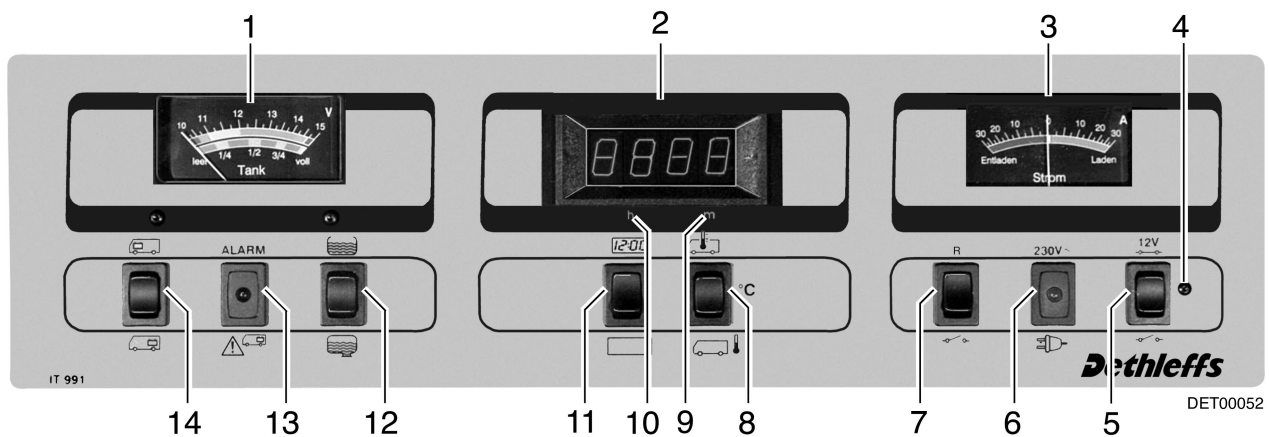
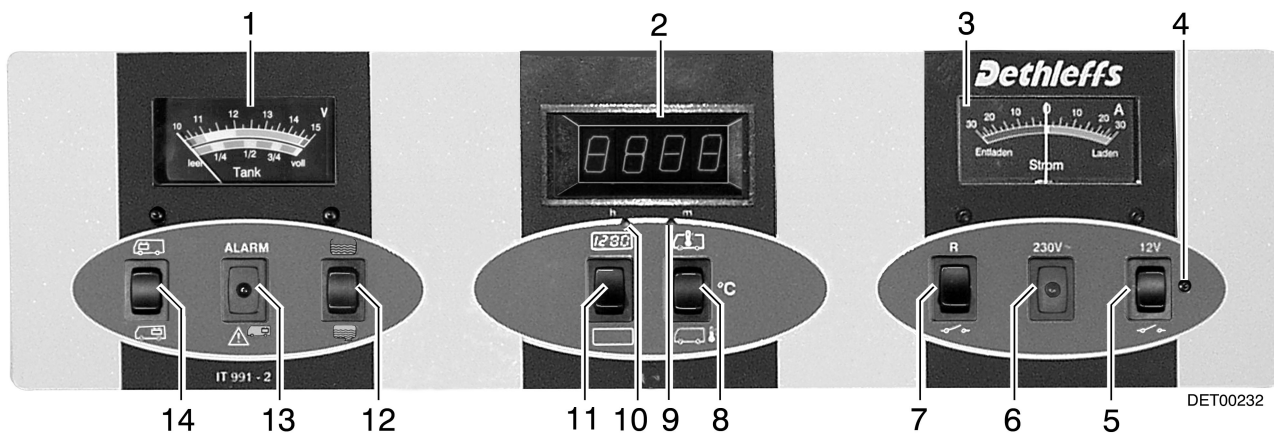

Bild 94 Control-Panel (Variante 3)
Bild 95 Control-Panel (Variante 4)
Beim Anzeigeeinstrument V/Tank (Bild 94,1) bzw. (Bild 95,1) die obere Skala beachten. Das Anzeigeeinstrument wird automatisch beleuchtet, sobald ein Schalter gedrückt wird.
- ▶ Wippschalter (Bild 94,14) bzw. (Bild 95,14) oben drücken : die Batteriespannung der Starterbatterie wird angezeigt.
- ▶ Wippschalter (Bild 94,14) bzw. (Bild 95,14) unten drücken : die Batteriespannung der Wohnraumbatterie wird angezeigt.
Die rote Warnleuchte ALARM (Bild 94,13) bzw. (Bild 95,13) blinkt, sobald die Spannung der Wohnraumbatterie 11,0 V unterschreitet und damit Tiefentladung droht.
Beim Anzeigeeinstrument V/Tank (Bild 94,1) bzw. (Bild 95,1) die untere Skala beachten. Das Anzeigeeinstrument wird automatisch beleuchtet, sobald ein Schalter gedrückt wird.
- ▶ Wippschalter (Bild 94,12) bzw. (Bild 95,12) oben drücken : die Frischwassermenge wird angezeigt.
- ▶ Wippschalter (Bild 94,12) bzw. (Bild 95,12) unten drücken : die Abwassermenge wird angezeigt.
Am Anzeigeeinstrument Strom (Bild 94,3) bzw. (Bild 95,3) wird ständig der aktuell fließende Batteriestrom angezeigt. Das Anzeigeeinstrument wird automatisch beleuchtet, sobald ein Schalter gedrückt wird.
Der 12-V-Hauptschalter (Bild 94,5) bzw. (Bild 95,5) schaltet die 12-V-Versorgung des Wohnraums ein und aus.
- Wippschalter (Bild 94,5) bzw. (Bild 95,5) oben drücken  : die 12-V-Versorgung des Wohnraums ist eingeschaltet. Kontroll-Leuchte (Bild 94,4) bzw. (Bild 95,4) leuchtet grün.
- Wippschalter (Bild 94,5) bzw. (Bild 95,5) unten drücken  : die 12-V-Versorgung des Wohnraums ist ausgeschaltet. Kontroll-Leuchte (Bild 94,4) bzw. (Bild 95,4) erlischt.
Die 12-V-Kontroll-Leuchte (Bild 94,4 bzw. Bild 95,4) leuchtet, wenn der 12-V-Hauptschalter (Bild 94,5 bzw. Bild 95,5) eingeschaltet ist.
Die gelbe 230-V-Kontroll-Leuchte (Bild 94,6 bzw. Bild 95,6) leuchtet, wenn am Eingang des Elektroblocks Netzspannung vorhanden ist.
- Wippschalter (Bild 94,11) bzw. (Bild 95,11) oben drücken  : Digitaluhr-Anzeige ist eingeschaltet. Temperaturanzeige ist betriebsbereit.
- Wippschalter (Bild 94,11) bzw. (Bild 95,11) unten drücken  : Digitaluhr-Anzeige und Temperaturanzeige sind ausgeschaltet.
- Mit einem dünnen Gegenstand, z. B. Kugelschreibermine, in die Öffnung für die Stundenanzeige (Bild 94,10) bzw. (Bild 95,10) drücken, bis die gewünschte Stundenzahl angezeigt wird.
- Mit einem dünnen Gegenstand, z. B. Kugelschreibermine, in die Öffnung für die Minutenanzeige (Bild 94,9) bzw. (Bild 95,9) drücken, bis die gewünschte Minutenzahl angezeigt wird.
- Wippschalter °C (Bild 94,8) bzw. (Bild 95,8) oben drücken  : die Innentemperatur wird angezeigt.
- Wippschalter °C (Bild 94,8) bzw. (Bild 95,8) unten drücken  : die Außentemperatur wird angezeigt.
Der Elektroblock enthält ein Batterielademodul, die gesamte Verteilung und Absicherung der 12-V-Stromkreise und weitere Steuer- und Überwachungsfunktionen. Der Elektroblock arbeitet nur in Verbindung mit dem Control-Panel (Bild 92), (Bild 93), (Bild 94) oder (Bild 95).
- Wenn nötig, mit dem 12-V-Hauptschalter (Bild 92,1), (Bild 93,4), (Bild 94,5) oder (Bild 95,5) die 12-V-Versorgung für kurzzeitigen Betrieb wieder einschalten. Dies ist aber nur möglich, wenn die Batteriespannung über 11,0 V liegt. Liegt die Spannung darunter, kann die 12-V-Versorgung erst wieder eingeschaltet werden, wenn die Wohnraumbatterie aufgeladen wurde.